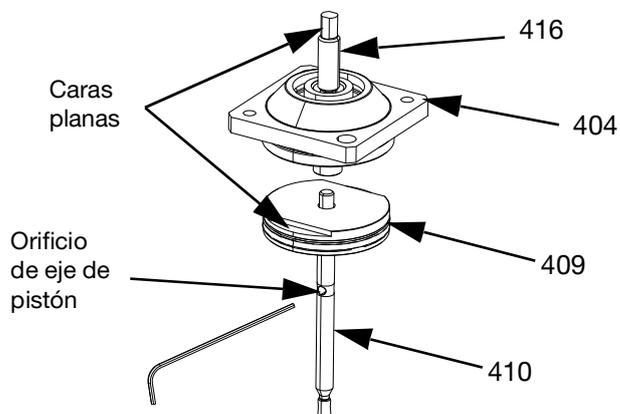

FIG. 18
4. Utilice un paño limpio para retirar todo el material del interior de la sección de aire (B). Inspeccione en busca de daños, como arañosos.
5. Para válvulas con conjuntos de boquillas antigoteo (FIG. 18):
- a. Retire el conjunto del de pistón (409 y 410) del adaptador del adaptador de eje (416) y la tapa del extremo de aire (404). Sujete el eje de pistón (410) con una llave Allen a través del orificio del eje de pistón y desenrosque el adaptador de eje (416).
- b. Coloque una llave en las caras planas del pistón (409) y una llave Allen por el orificio del eje de pistón (410).
- c. Desenrosque el pistón (409) del eje de pistón (410).